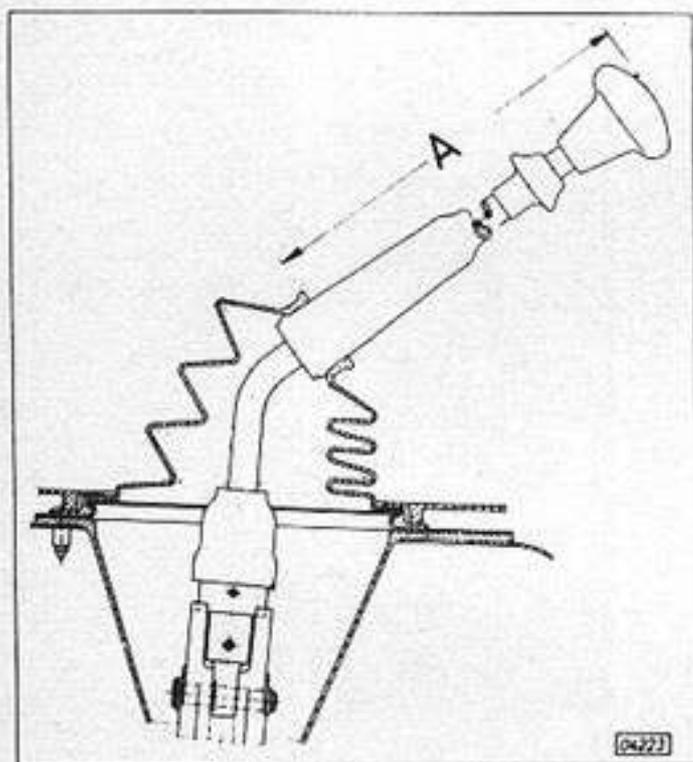

Fig. 36 - Vista de la palanca de cambios colocada
2. Adherir la arandela elástica (B) entre el dedo de los cambios y la palanca intermedia con grasa, en el rebaje del dedo de cambios (Fig. 36).
**NOTA:** Ver que la distancia A de los fuelles sea especificada (Fig. 36) (ver Especificaciones).